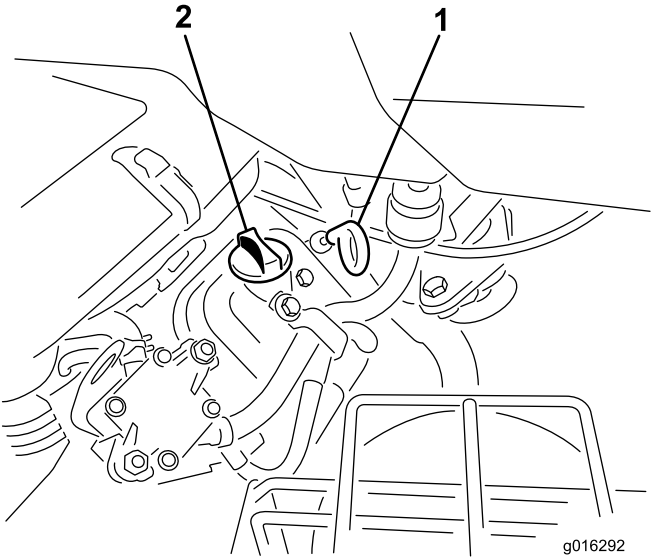

Figure 28
- 2. Dévissez la jauge et essuyez-la sur un chiffon propre. Revissez la jauge dans le tube en l'enfonçant au maximum (Figure 28).